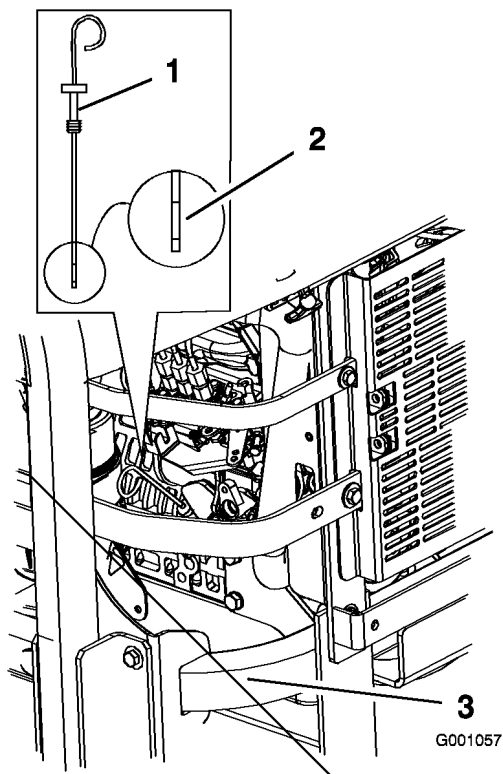

Figura 36
3. Pulite attorno all'asta di livello (Figura 36) in modo che la morchia non possa penetrare nel foro di rifornimento e danneggiare il motore.
4. Estraete l'asta di livello dell'olio e pulite l'estremità metallica (Figura 36).
5. Inserite a fondo nel tubo di rifornimento l'asta di livello dell'olio. Estraete l'asta e controllate l'estremità metallica (Figura 36). Se il livello dell'olio è basso, versate lentamente dell'olio nel foro di rifornimento solo quanto basta per portare il livello al segno Full.